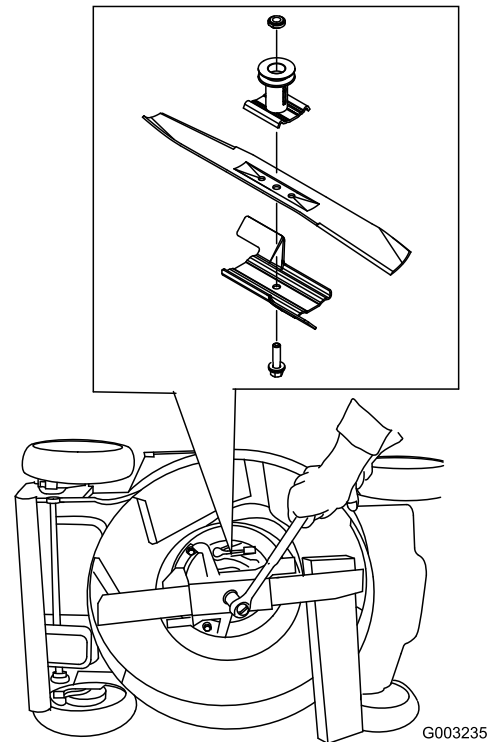

Figura 32
3. Utilice un bloque de madera para inmovilizar la cuchilla (Figura 32).